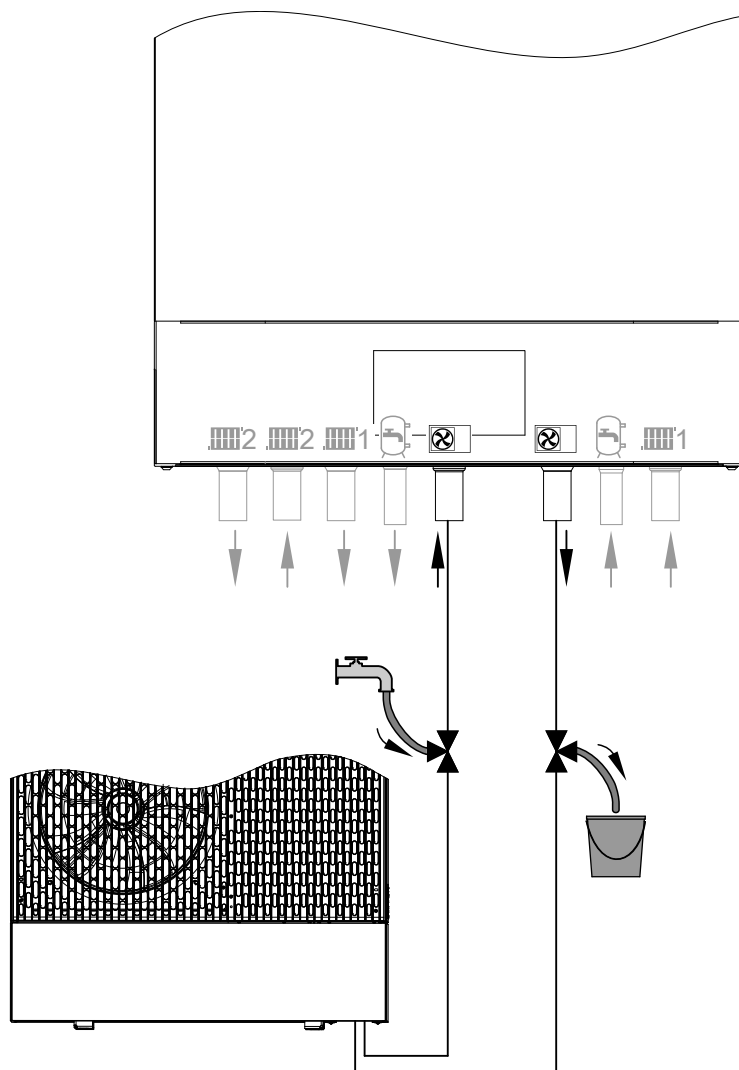

Abb. 83
3. 3-Wege-Kugelhähne im Vor- und Rücklauf Außeneinheit gemäß Abb. 83 öffnen: **Offen in allen Richtungen**